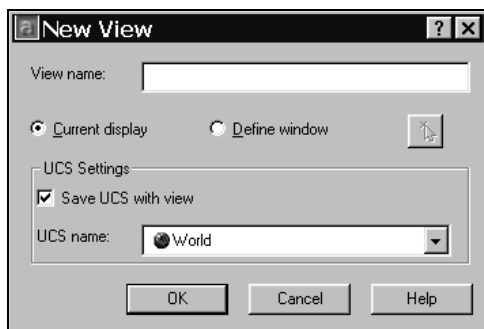

Рис. 9.2. Диалоговое окно **New View**
4. Заполнить и отметить поля в диалоговом окне **New View** (Новый вид) (рис. 9.2).